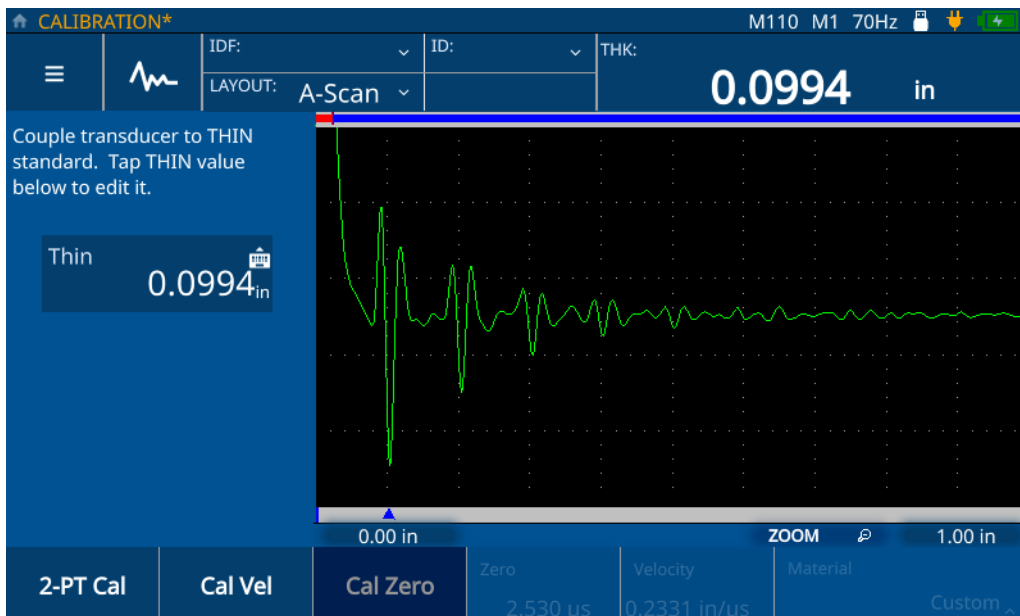

Figura 5-5 Calibração do zero
4. Siga as instruções na tela que fornecem instruções de calibração e acople o transdutor à amostra com uma espessura mínima conhecida (consulte Figura 5-5 na página 44).